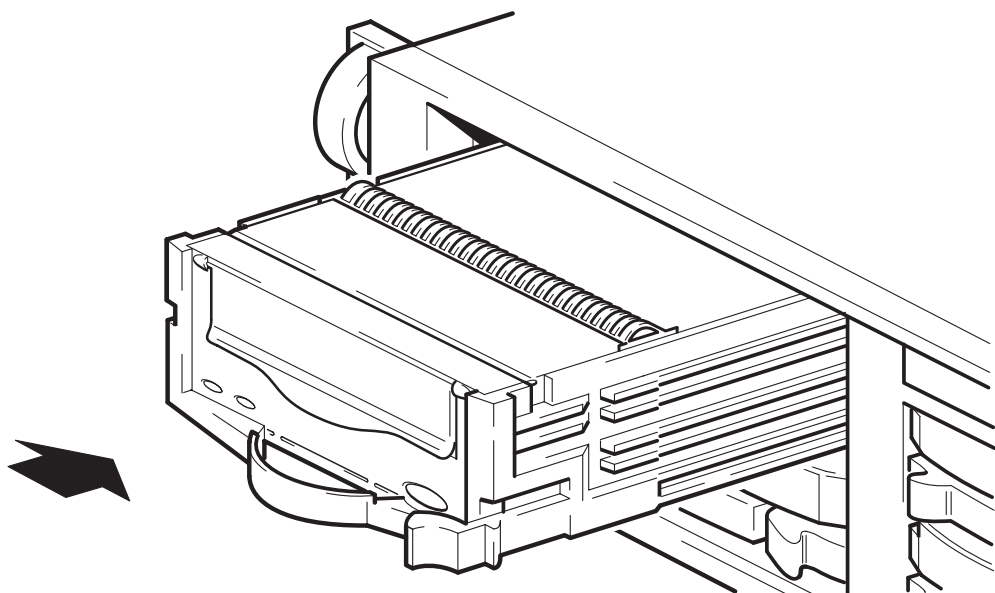

Abbildung 3b: Einbauen eines Bandlaufwerks
- 3 Schieben Sie das Bandlaufwerk in den freien Schacht (siehe Abbildung 3b). Führen Sie das Laufwerk einfach in den Schacht ein, bis es fest im Anschluss sitzt und der Freigabehebel einrastet. Ermitteln Sie anhand der LEDs den Status des Hot-Plug-Bandlaufwerks (siehe "Ihr HP StorageWorks DAT-Bandlaufwerk" auf Seite 19).